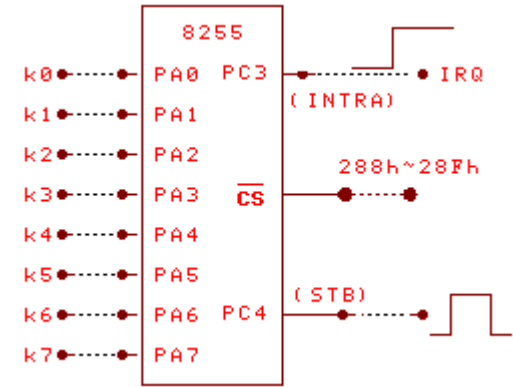

图4-15-2 输入电路
- 3、按图4-15-2，8255方式1输入电路，连好线路。